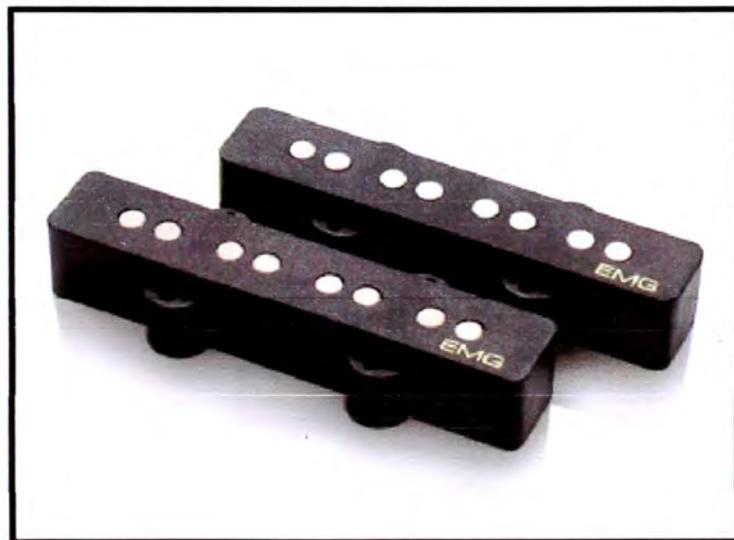

Figura 4.8: Configuración JJ.
- JJ: indica que lleva dos micros tipo J (ver **Figura 4.8**).